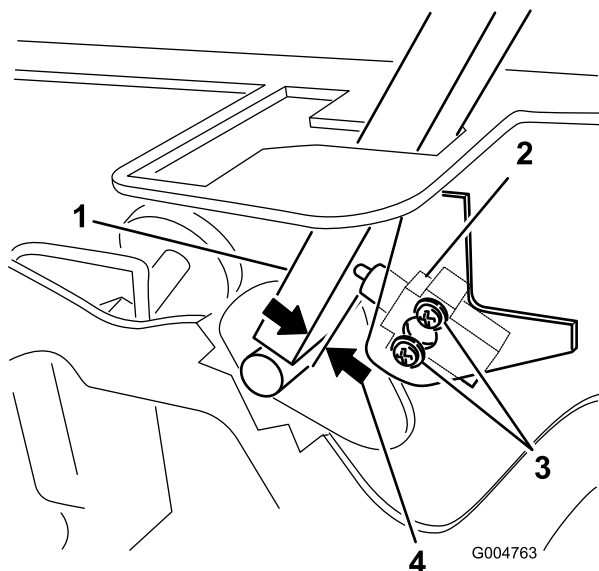

Figure 69
3. Desserrez les 2 vis de fixation du contacteur de sécurité (Figure 69).
4. Maintenez le levier de commande contre le cadre et rapprochez le contacteur du levier jusqu'à ce qu'ils soient espacés de 0,4 à 1 mm (0,015 à 0,045 po) (Figure 69).